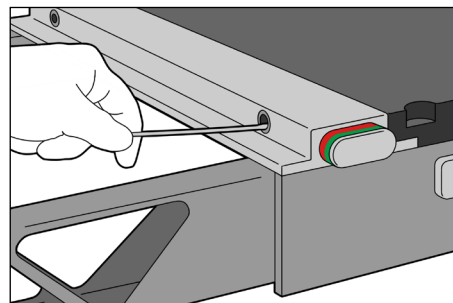

Fig. 3
- Brug tørre vatpinde til at rengøre modtagerhullerne indvendigt. (Fig. 3)
- Brug tørre vatpinde til at fjerne løse fnug eller restmaterialer. (Fig. 3)